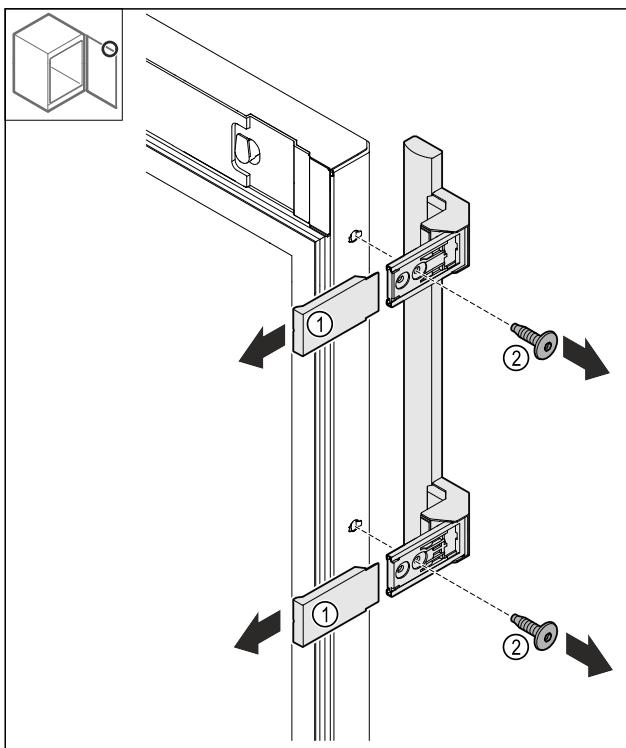

Fig. 24
- Свалете капаците Fig. 24 (1).
- Разхлабете винтовете Fig. 24 (2).